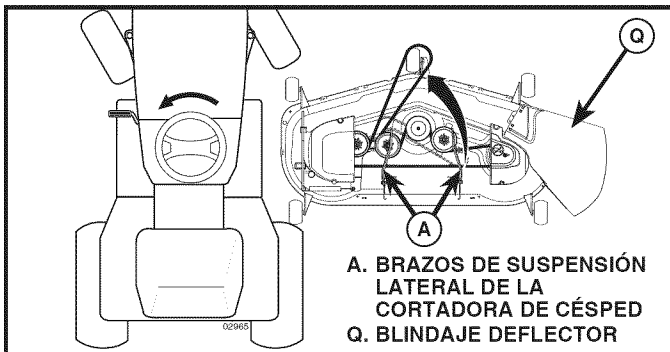

Fig. 32
4. DESLICE LA CORTADORA DE CÉSPED DEBAJO DEL TRACTOR (Vea Fig. 32)
**AVISO:** asegúrese de que los brazos de suspensión lateral de la cortadora de césped (A) estén orientados hacia adelante antes de deslizar la cortadora de césped debajo del tractor.